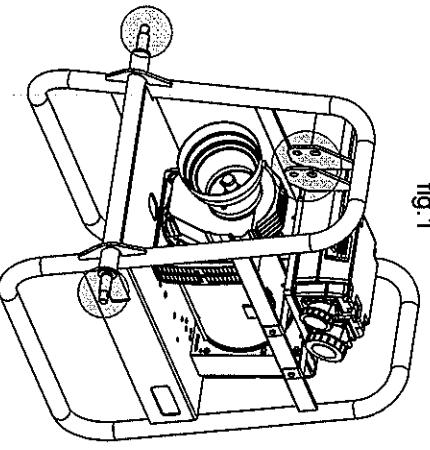

fig.1
1) Schließen Sie den Traktor mit Hilfe des Bolzens für den oberen Punkt und der beiden Büschen für die beiden unteren Punkte, sofern dies erforderlich, am Rahmen des Dreistromgetriebe's an und verriegeln Sie das Aggregat an den drei markierten Punkten (siehe Abb. 1) mit Hölzern. Verhindern Sie sich, dass der Anschluss einwandfrei ausgeführt wurde, da eine nicht einwandfreie Verankerung eine enorme Gefahrenquelle für den Endnutzer darstellen könnte.
1) Couple the tractor to the generator tubular frame using the top-link-pin on the top link and the two convention bushes (if necessary) on the two lower links and block the coupling in the three points just mentioned (refer to fig.1) using the supplied three link pins. Take care about the correct execution of these operations because a wrong coupling could be dangerous for the final User.
1) Accoupler le tracteur au châssis du génératrice, en utilisant l'axe pour le point supérieur et les deux douilles (si nécessaire) pour les deux points inférieurs et bloquer le groupe au niveau des trois points mis en évidence (voir la fig.1) à l'aide des goupilles à cran prévues pour cela. Contrôler soigneusement que cette opération a été effectuée parfaitement car un blocage imprécis peut devenir extrêmement dangereux pour l'utilisateur final.